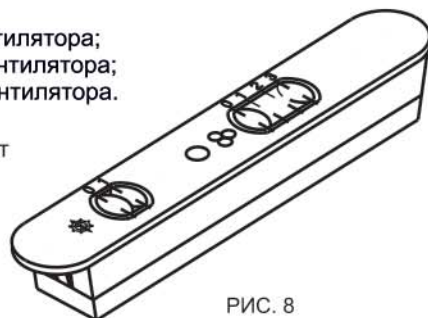

РИС. 8
7.2 Включение зонта производится при помощи ползункового переключателя (рис. 8). Правый переключатель регулирует скорость работы вентилятора: